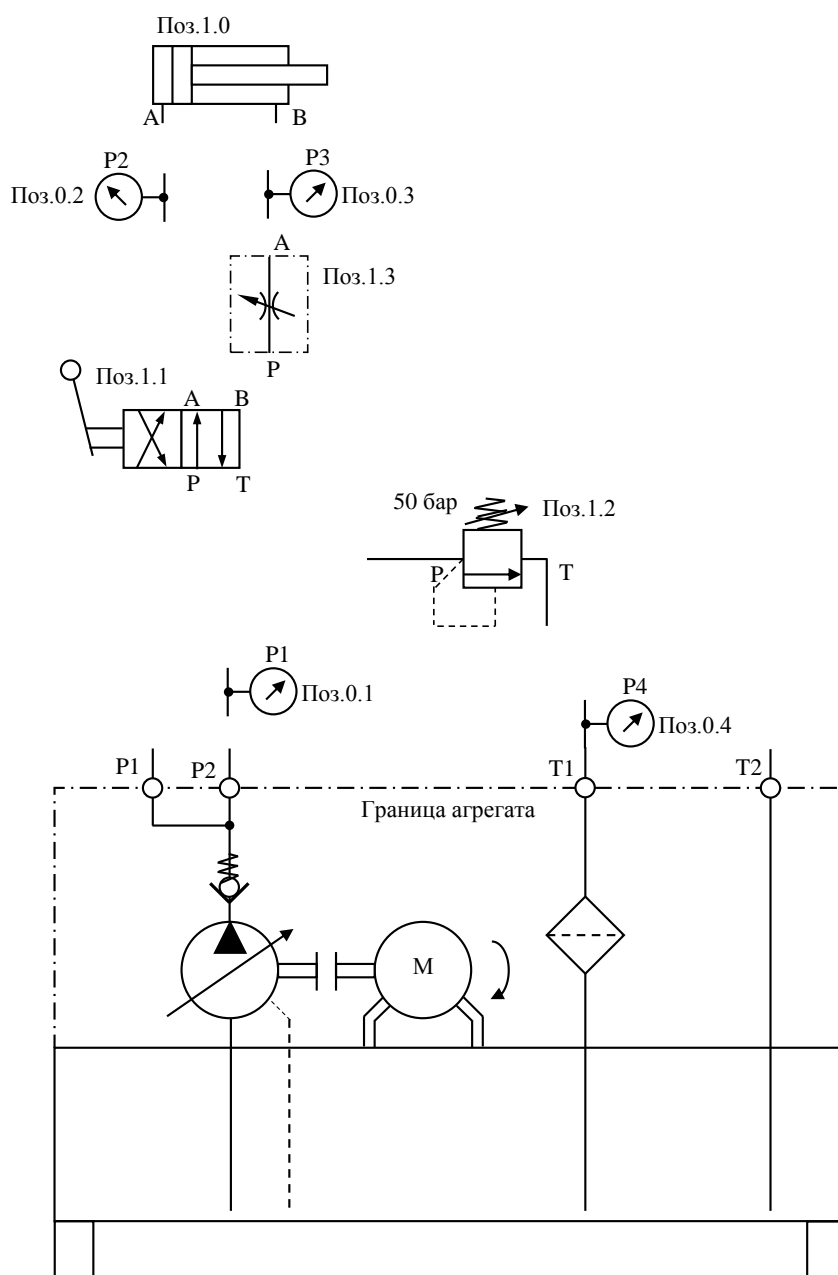

Рис. 3.3. Эскиз гидравлической схемы гидроцилиндра с регулируемой скоростью хода
- Разработанную гидравлическую схему сравнить с рис. 3.3 и дорисовать недостающие элементы.